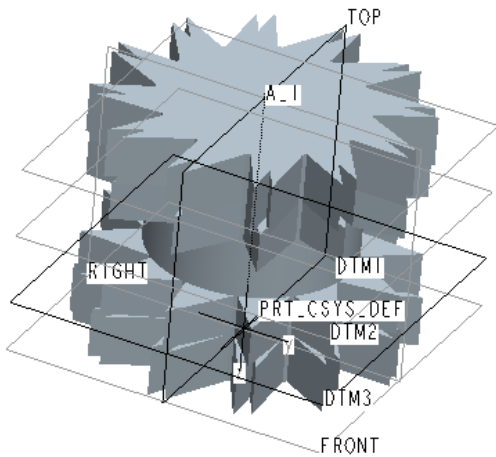

図 13-117 ミラー処理後のモデル
- 「フィーチャー完了」 を押すと、図 13-117 に示すように 3 段目と 4 段目の刃部が形成される。